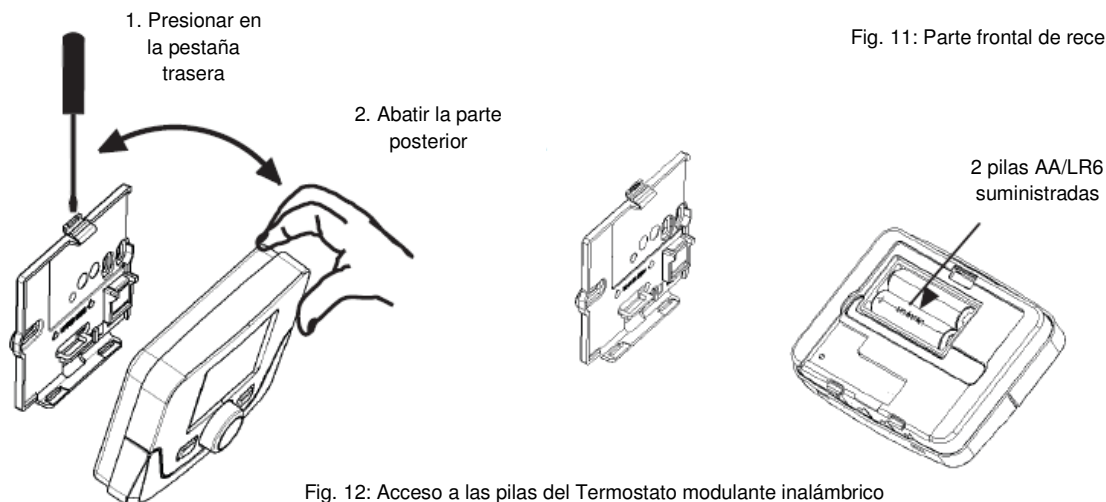

Fig. 12: Acceso a las pilas del Termostato modulante inalámbrico
1. Las unidades requieren 2 pilas alcalinas tipo AA (suministradas). Su instalación se muestra en la Fig. 12.
2. Si el símbolo de la pila parpadea en la pantalla, es necesario remplazarlas. Ver Fig. 12 para más detalles. NOTA: Si se dejan las pilas agotadas, la unidad sólo mantendrá los ajustes programados una semana.
8. Colocar las pilas al Termostato modulante inalámbrico. Ver Fig. 12.